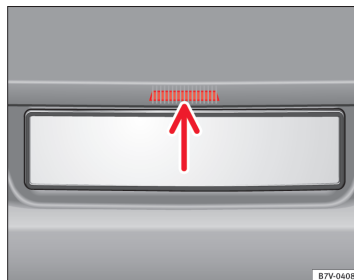

Fig. 53 Åbning af bagklap udefra
- Løft op i bagklappen ved knappen ⇒ Fig. 53 (pil), og åbn bagklappen. ►
- ELLER:** Tryk på knappen ⇒ Fig. 53 (pil) på bagklappen.